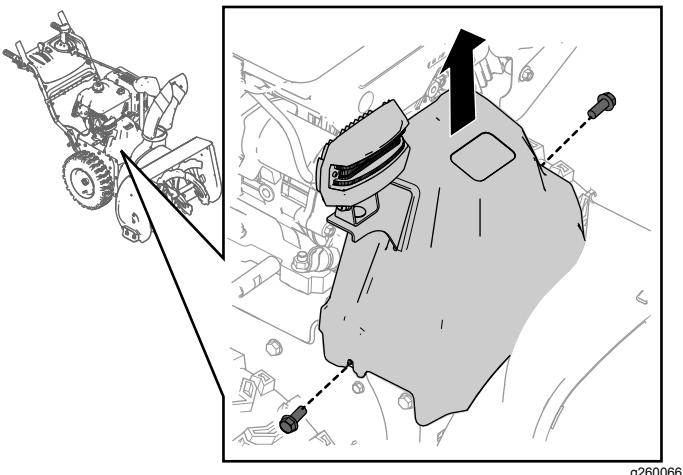

Figura 35
1. Rimuovete le 2 viti che fissano in posizione il copricinghia (Figura 35).
2. Rimuovete il copricinghia (Figura 35).